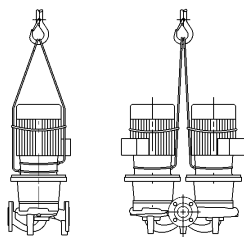

Fig. 5: Applicazione delle funi di trasporto
- Gli occhioni per il trasporto sul motore servono solo per introdurre le cinghie del dispositivo di sollevamento (fig. 5).